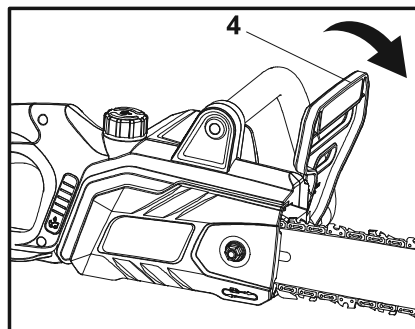

Fig. 14, travão da corrente engatado
Travão da corrente acionado: Quando a alavanca do travão da corrente (4) se encontra na posição engatada, o funcionamento da corrente é interrompido imediatamente (Fig. 14).